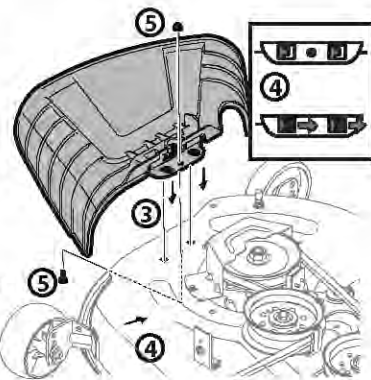

Figure 18
3. Placez le déflecteur d'éjection sur le plateau de coupe en insérant les pattes du déflecteur d'éjection dans les trous du plateau de coupe. Voir Figure 18.
4. Glissez le déflecteur d'éjection vers l'arrière de l'appareil jusqu'à ce que le trou du boulon sur le déflecteur d'éjection s'aligne avec le trou du plateau de coupe. Voir Figure 18.